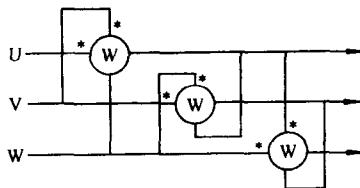

图 1-8
(5) 用三只功率表测量三相无功功率 在三相负载完全平衡的电路中，只要测量出其中一相，就可以知道三相无功功率。但实际被测电路，往往是三相负载不平衡，这时应采用三只功率表来测量，接线方法如图 1-8 所示。